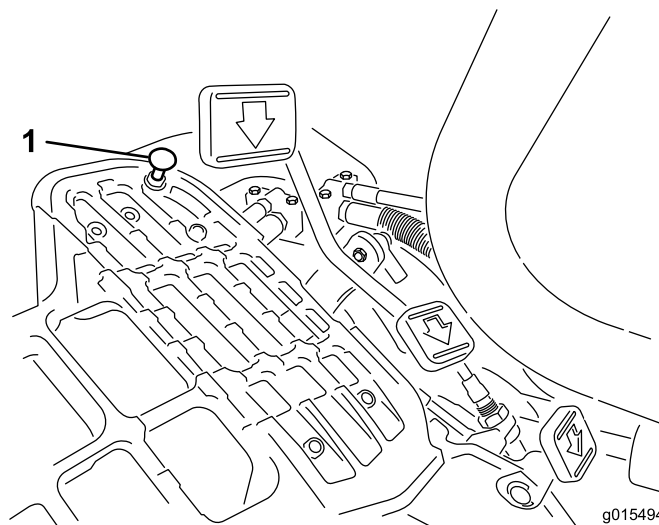

Figura 49
Per ottenere la velocità massima di trasferimento mettete la leva di comando delle funzioni in posizione di trasferimento, e premete il pedale di trazione. Se il pedale tocca il fermo (Figura 49) prima che avvertiate la tensione sul cavo:
1. Spostate la leva di comando delle funzioni in posizione di trasferimento e allentate il dado di bloccaggio che fissa il fermo del pedale alla piastra di appoggio (Figura 49);